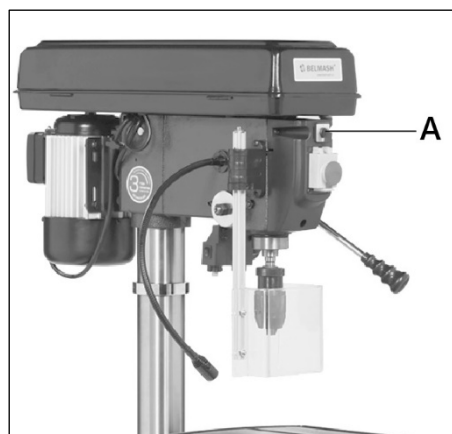

Рисунок 19.
Сначала отключите станок и установите соответствующий режущий инструмент. Затем установите переключатель (A) (рис. 19) в нужное положение. Всего положений три: (L) – вращение против часовой стрелки, (R) – вращение, (0) – положение отключения магнитного пускателя. Затем включите станок.